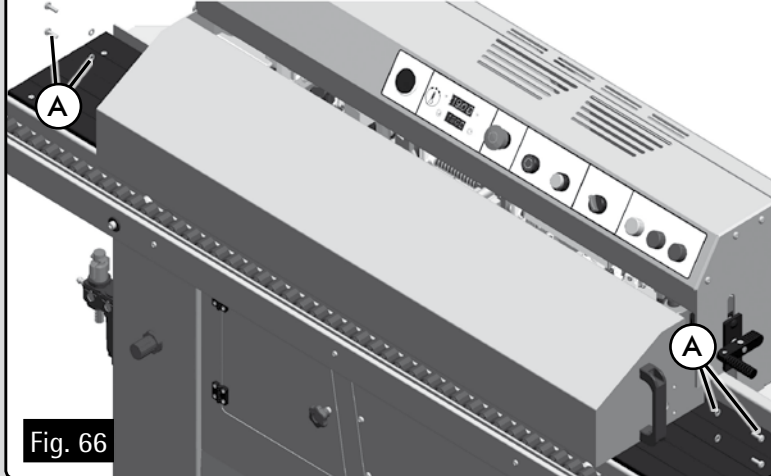
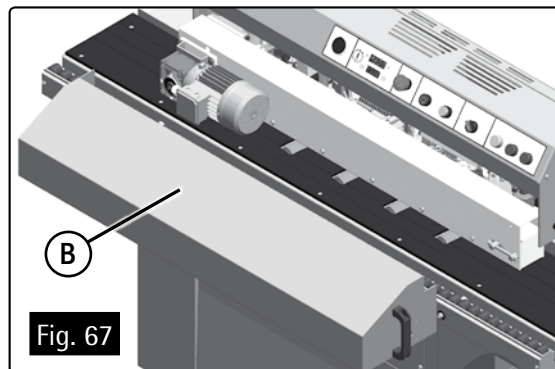

Fig. 66
Fig. 67
- Quitar los tornillos y arandelas A (Fig. 66).
- Extraer la tapa B (Fig. 67) y abrir el alimentador.
- Montar de nuevo la tapa B (Fig. 67), con los tornillos A (Fig. 66).